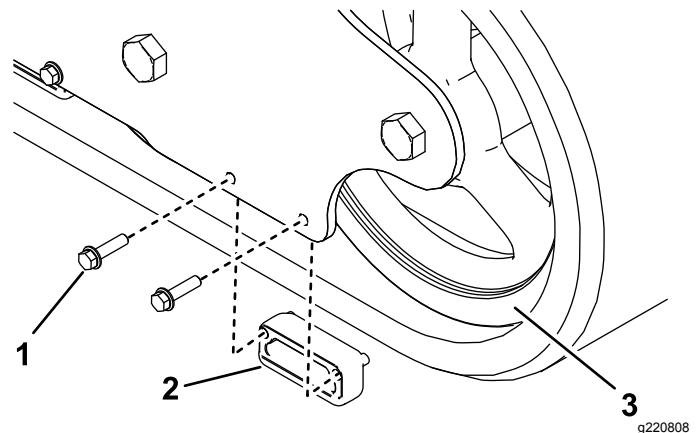

Figura 1
1. Rimuovete i 2 bulloni e la guida del cingolo esterna anteriore esistenti (Figura 1).